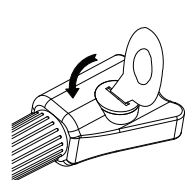

Fig.1
---Tournez le couvercle de la batterie dans le sens inverse des aiguilles d'une montre à l'aide de la clé 1 (fig.1), puis retirez-le.